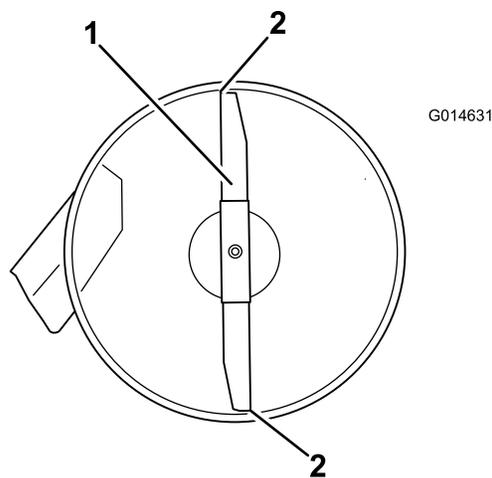
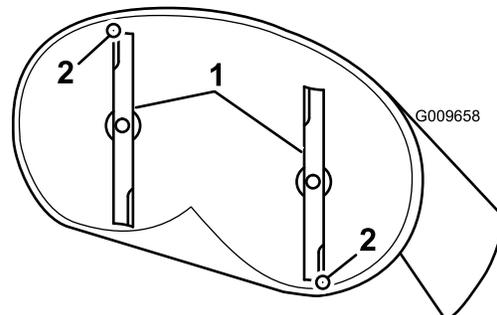

Figura 59
Figura 60
4. Gire cuidadosamente las cuchillas colocándolas en el sentido de avance de la máquina (Figura 59 y Figura 60).
5. Mida entre la punta de la cuchilla delantera y la superficie plana y entre la punta de la cuchilla trasera y la superficie plana (Figura 59).
9. Después de realizar el ajuste, compruebe de nuevo la inclinación longitudinal, y siga ajustando la tuerca hasta que la punta de la cuchilla delantera esté entre 1,6 y 7,9 mm más baja que la punta de la cuchilla trasera (Figura 59).